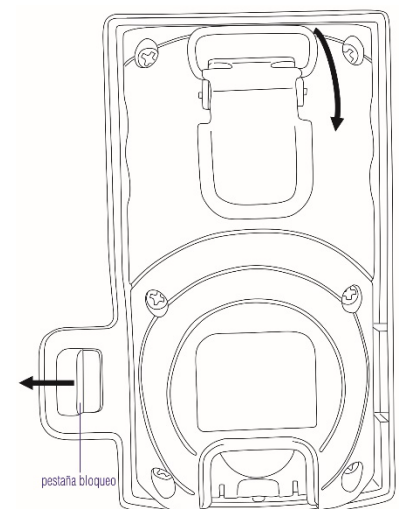

Fig. 16
- h) Para retirar el detector del dock, deslice la pestaña de bloqueo hacia la izquierda y levante el detector (Fig. 16).